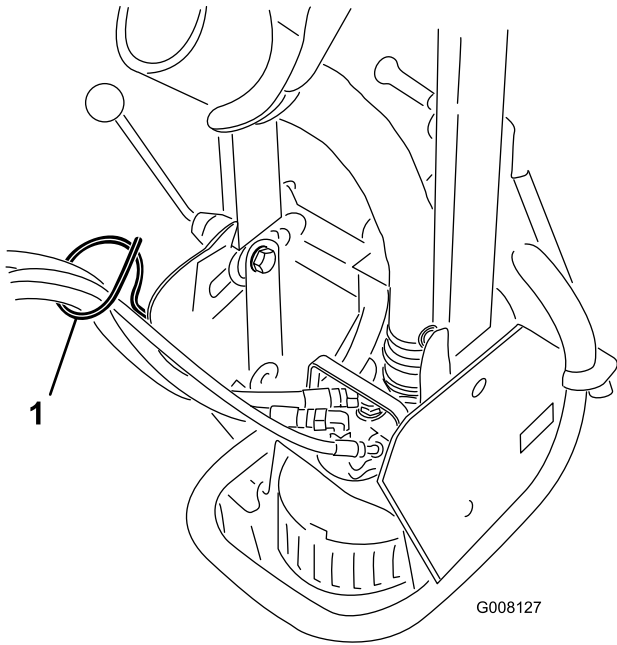

図 4
6. 油圧ホースを、サンドプロのリモート油圧装置に接続する。ホースをホース・ガイド (図 4) にセットする。油圧ホースが折れ曲